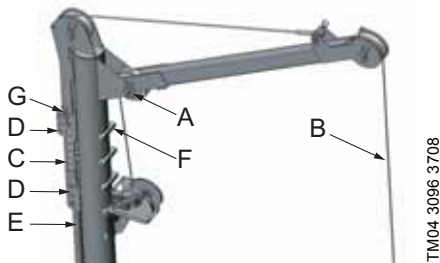

Рис. 4 Компоненты крана
Индикаторы положений деталей (буквенные) в разделах 4.2.1 Монтаж мачты крана - 4.2.4 Регулировка стрелы крана приведены на рис. 4.
Условные обозначения для рис. 4:
1. Поднимите стрелу крана с талью на место и вставьте крепёжный болт (А). См. рис. 4.
4. Протяните трос стрелы крана над талью в верхней части мачты крана и закрепите в отверстии (С) с помощью болта (G).